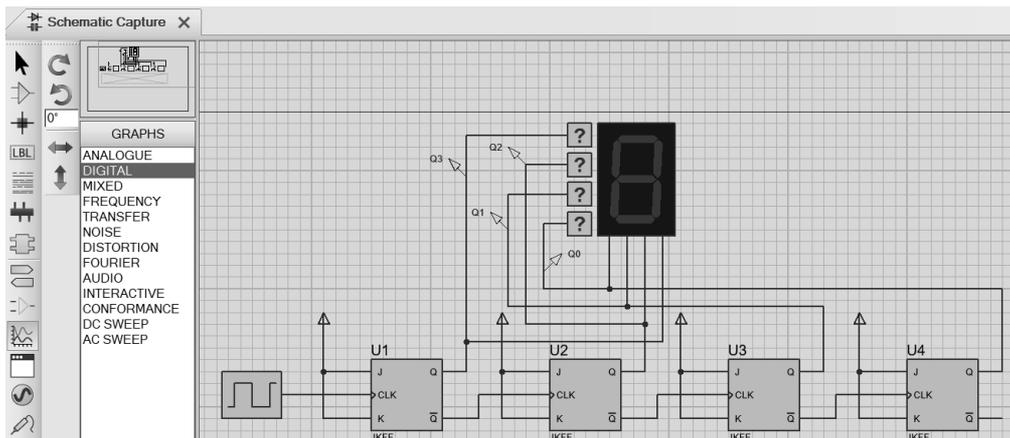

图 1-55 加上逻辑探针后的图形
(1) 把电压探针接在被测点。选择左侧工具栏的探针(Probe Mode)图标，在对象列表区显示有三种工具可选，前两个分别为电压(VOTAGE)和电流(CURRENT)探针；选中电压探针，在绘图区分别连接到四个触发器的输出 Q 端，把鼠标指针移动到要连接的线上，自动捕捉连线后单击即连接上(可通过右键菜单水平镜像)，电压探针分别命名为 Q0、Q1、Q2 和 Q3(双击电压探针可更名)，如图 1-55 所示。电流探针是为了测电线上的电流值，用于模拟电路，圆圈内的箭头要求必须与导线平行，本例暂不用。